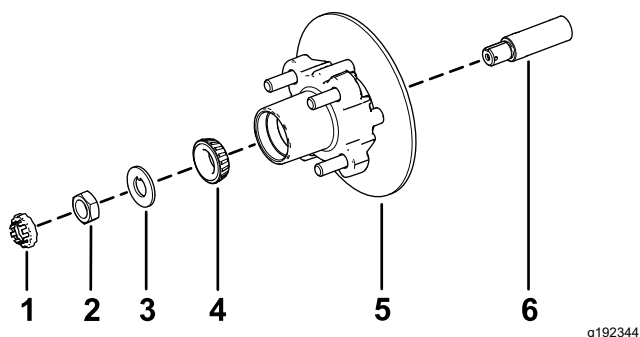

図 42
1. スピンドルに所定のグリスを薄く塗る 図 42。
2. ハブとロータをスピンドルに取り付ける。ロータを内側にあること 図 42。
3. スピンドルに外側ベアリングを取り付けてレースにはめる 図 42。
4. スピンドルにタブワッシャを取り付ける 図 42。
5. スピンドルにスピンドルナットを取り付け、ハブを回してベアリングを着座させながらナットを  $15 \text{ N}\cdot\text{m}$   $1.52 \text{ kg}\cdot\text{m}$   $= 11 \text{ ft}\cdot\text{lb}$  に締めつける 図 42。
2. ブレーキパッドをロータのそれぞれの側に合わせ 図 38、キャリパブラケットの穴と、スピンドルフレームのブレーキ取り付け部の穴を整列させる 図 42。